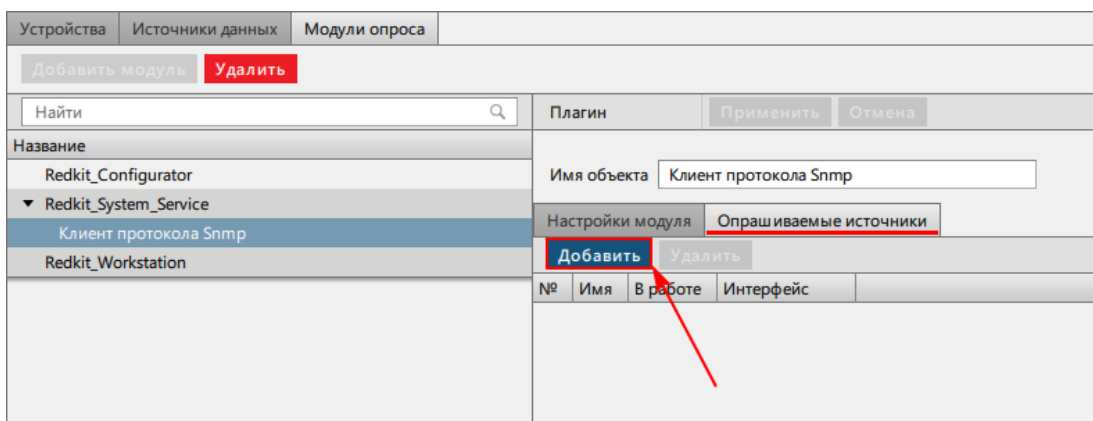

Рисунок 241 - Опрашиваемые источники
13. Внутри модуля на вкладке **Опрашиваемые источники** нажмите **Добавить** (Рисунок 241).